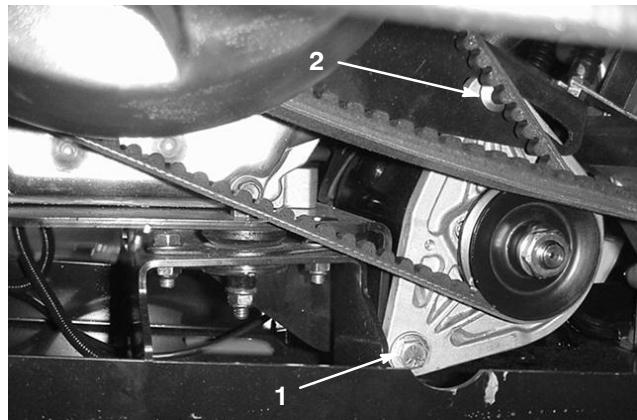

Figure 37
2. Desserrez le boulon de pivot de l'alternateur du démarreur (Fig. 37).
3. Coinsez un levier entre le support moteur et le démarreur. Desserrez l'écrou sur le boulon de réglage (Fig. 37).
5. Serrez l'écrou du boulon de réglage et enlevez le levier. Serrez le boulon de pivot de l'alternateur du démarreur (Fig. 37).